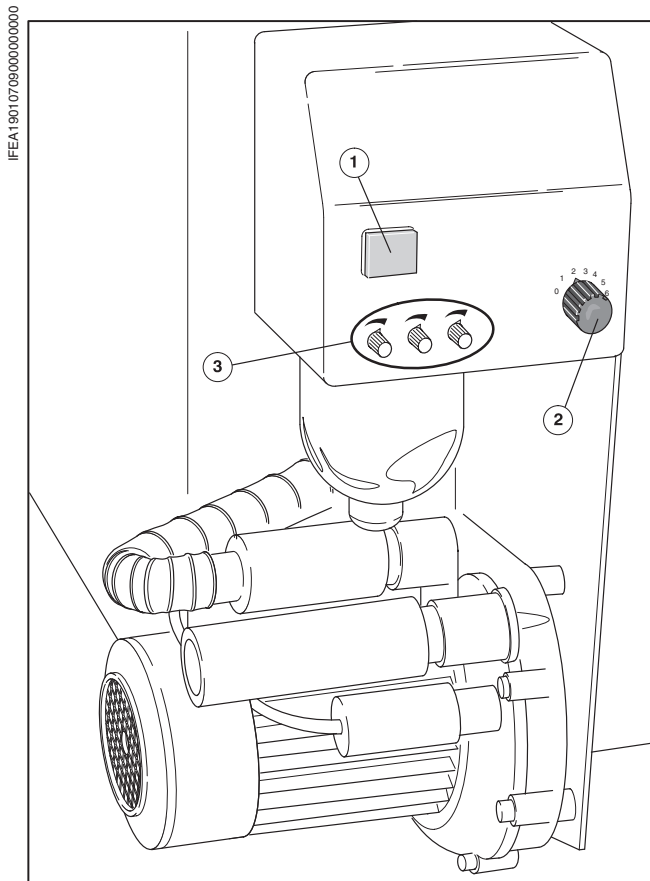

Рис. 12 Противоотмарывающий аппарат
Условие для функции распыления противоотмарывающего порошка: аппарат должен быть с помощью сетевого выключателя (Рис. 12/①).
- ① Сетевой выключатель
- ② Поворотная ручка для регулировки общего расхода противоотмарывающего порошка
- ③ Регулировка расхода противоотмарывающего порошка на отдельных распылительных форсунках